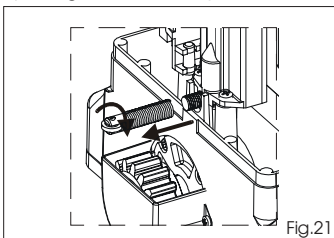

Fig.21
- Om de veer weg te halen, draait u hem met de klok mee en trekt u hem weg zoals op Fig.21. Hiervoor is een zekere kracht nodig.